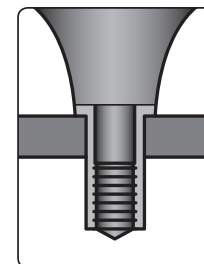

Abb. 5
5) Setzen Sie die Nietmutter in die Montageöffnung (Abb. 5).